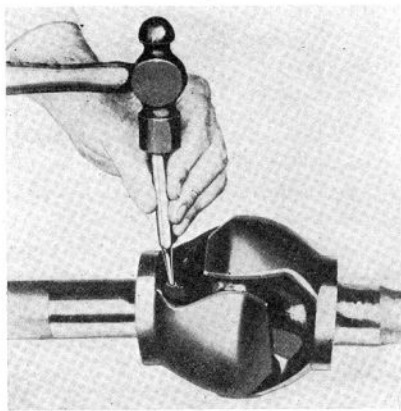

FIGURE 5.—Démontage de la goupille de retenue de l'axe de verrouillage de la bille centrale (joint type Bendix).
2. En utilisant un poinçon et un marteau, chasser la goupille qui bloque l'axe portant la bille centrale en bout de l'arbre de roue avant (voir fig. 5).